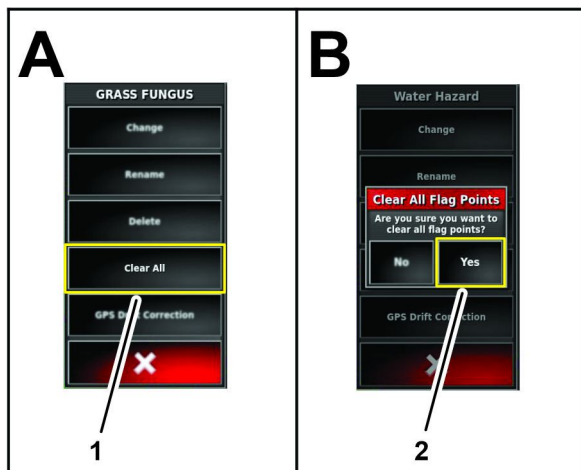

Figura 86
1. En el menú Editar bandera, pulse el icono ELIMINAR TODOS (Figura 86).
2. En el cuadro de diálogo Eliminar todos los puntos de bandera, pulse el icono Sí Figura 86.